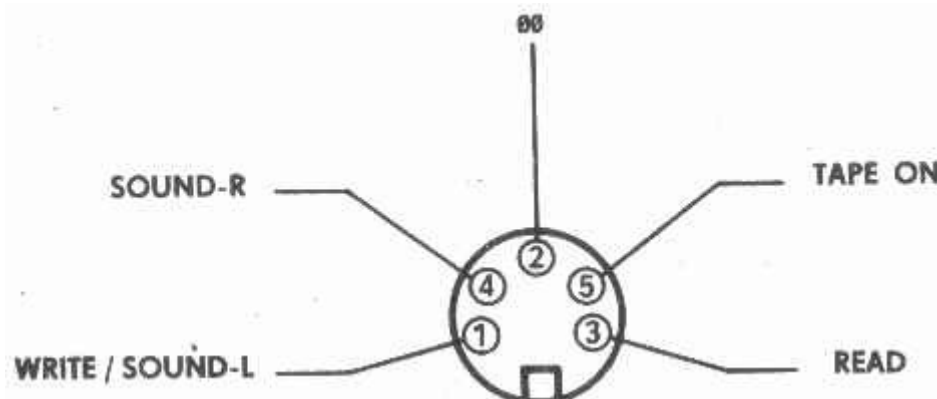

Bild 6: Anschlußbelegung der Diodenbuchse TAPE
- an der Diodenbuchse "TAPE" (vgl. Bild 6), zweikanalig mit konstantem Pegel über einen Mono- oder Stereo-Verstärker oder auch über das Kassettengerät in Stellung "Aufnahme" mit betätigter Pausen- oder Schnellstopptaste (falls Ihr Kassettengerät eine Tonwiedergabe während der Aufnahme ermöglicht),